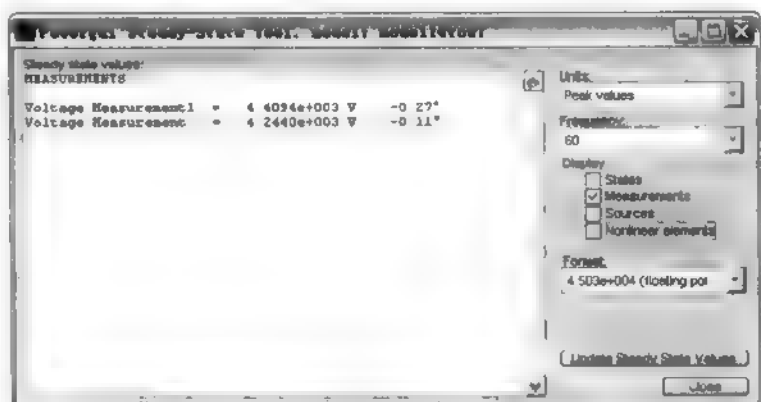

图 14.18 Steady-State Tool 窗口
(3) 从 Powergui 对话框中的 Analysis Tools 组中单击 Steady-State Voltages and Currents 按钮, 就会打开 Steady-State Tool 窗口, 如图 14.18 所示, 其中的两个测量结果由模型中的两个测量模块获取, 以坐标的形式表示, 并可从测量名称中知道相应的模块名称: